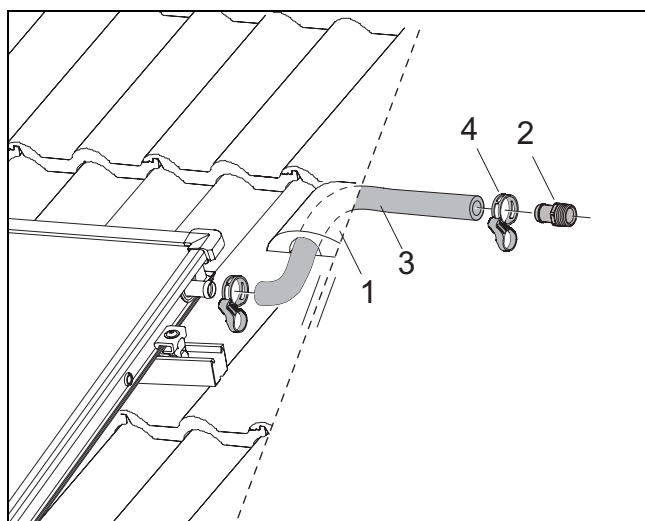

Fig. 48 Montaggio della tubazione di mandata (senza disaeratore sul tetto)
- ▶ Inserire il tubo di gomma per solare (1000 mm, fig. 48, [3]) sull'attacco di mandata del campo di collettori e fissarlo ermeticamente bene con la fascetta stringitubo (fig. 48, [4]).
- ▶ Spingere il tubo di gomma per solare sul portagomma (fig. 48, [2]) con sistema di serraggio con anello fino all'arresto e fissarlo con la fascetta stringitubo.
- ▶ Collegare la tubazione di mandata al portagomma R $\frac{3}{4}$ con sistema di serraggio con anello (18 mm) (fig. 48, [2]). Seguire la stessa procedura per l'attacco di ritorno.